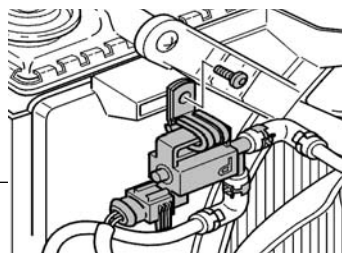

Fig. 4
- Aparafusara a válvula de impulsos com suporte na cobertura do ventilador com um parafuso adequado (fixar o parafuso no furo direito do suporte antigo (Fig. 4).